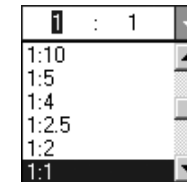

Рис. 4.123. Раскрытый список **Масштаб вида** на **Панели свойств: Новый вид**
- щелкните на **Панели свойств: Новый вид** в раскрывающемся списке **Масштаб вида** по стрелке справа. Указанный список раскроется (рис. 4.123);